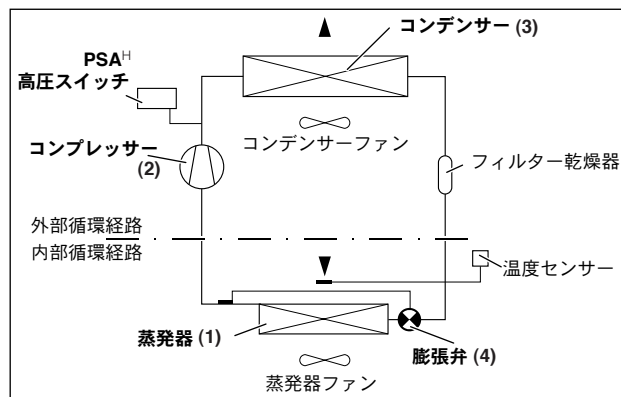

図 2: 冷気循環経路
クーリングユニット (圧縮冷却装置) は次の 4 つのメインパーツで構成されています (図 2 参照): 蒸発器 (1)、コンプレッサー (2)、コンデンサー (3)、パイプで連結されたコントロールバルブ/膨張弁 (4)。この循環経路には過熱のしやすい冷媒が充填されています。冷媒の R134a (CH₂FCF₃) には、塩素は含まれていません。オゾン層破壊性レベルは 0 と、環境に優しい設計です。